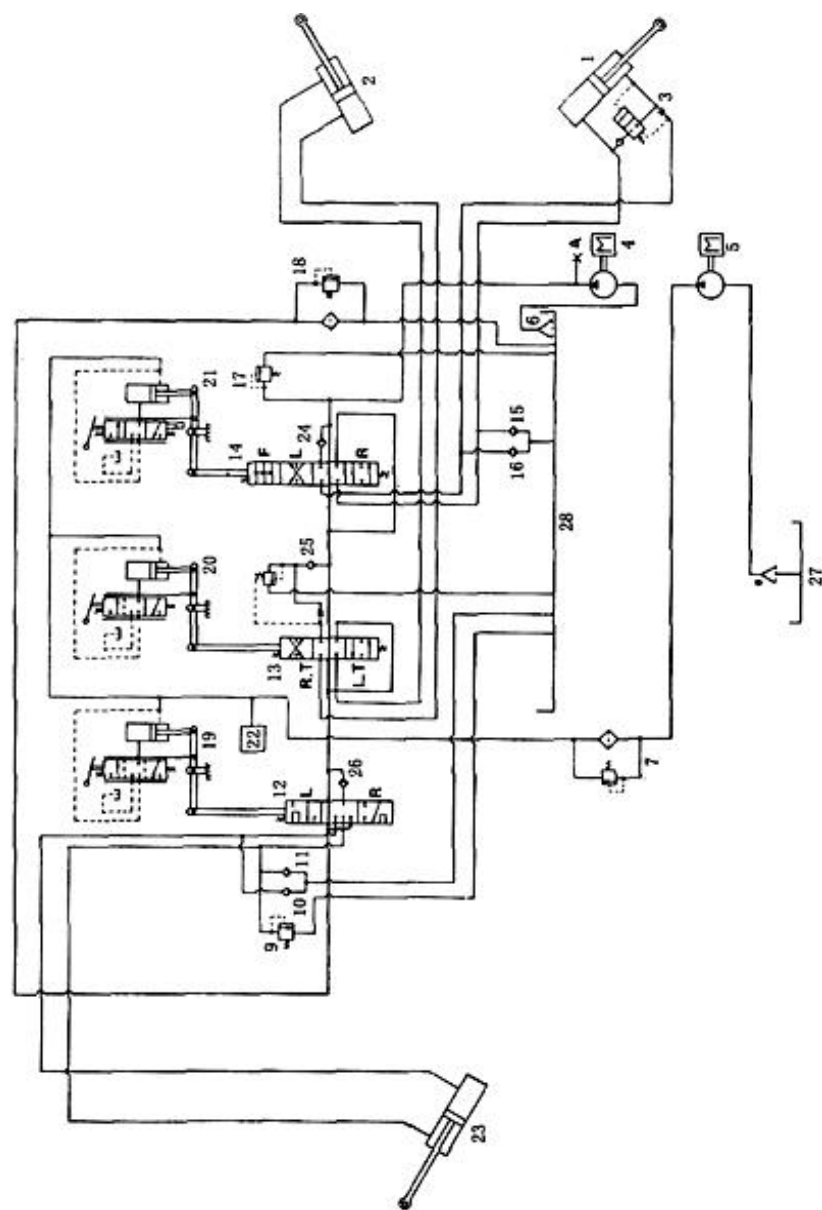
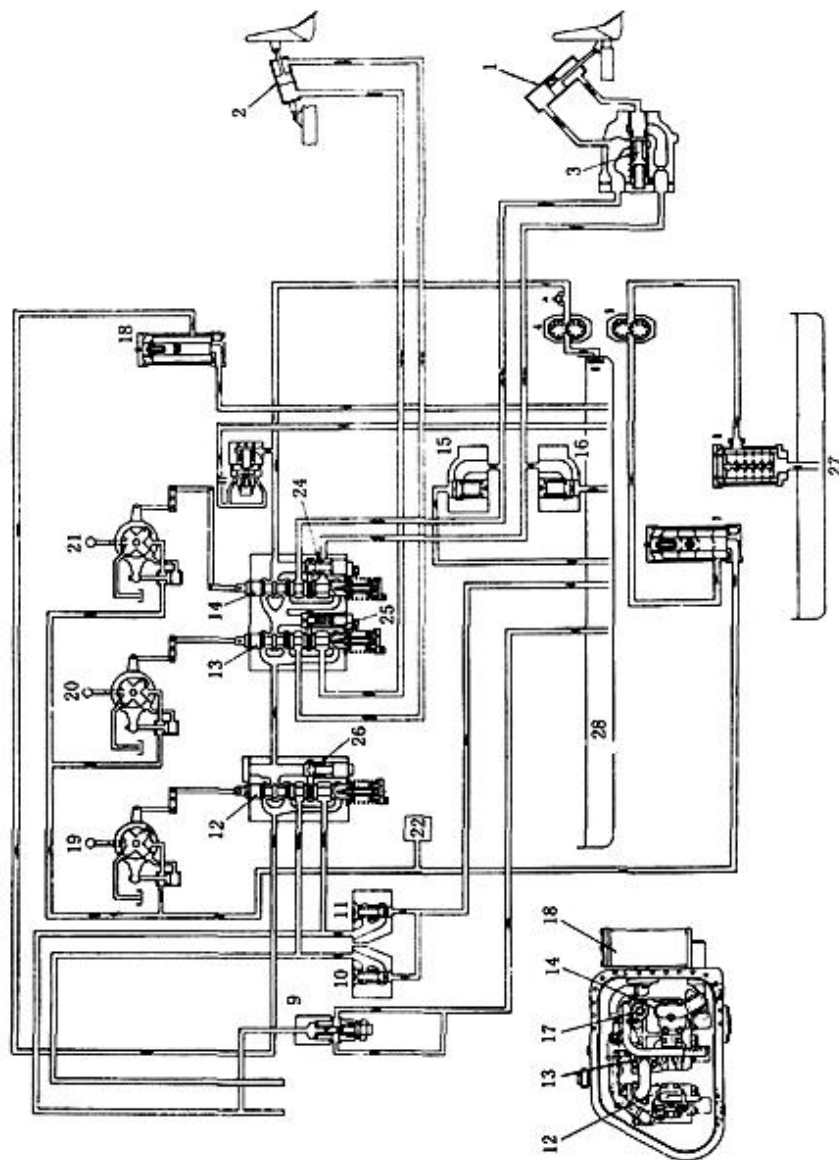
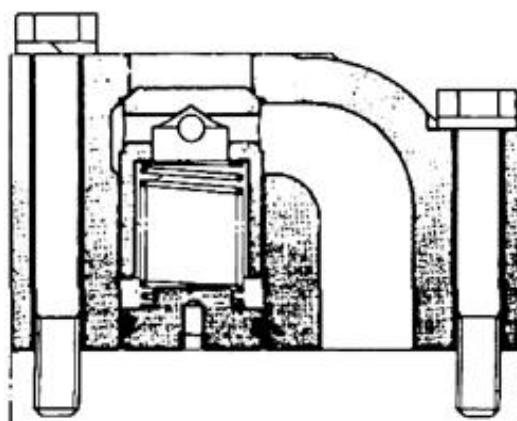
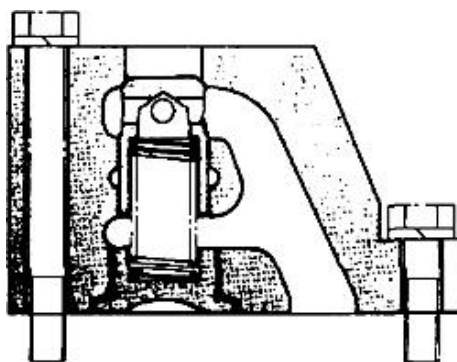

Рис. 5-54 Схема работы гидросистемы бульдозера модели SD22, SD22E, SD22S и SD22D
Рис. 5-57 Схема гидравлической системы бульдозера модели SD22S
Рис. 5-62
Рис. 5-63
С Рис. 5-54 по Рис. 5-57 представлены схемы работы гидросистемы моделей бульдозера SD22, SD22E, SD22S и SD22D.
Если направление внешних сил соответствует направлению движения поршня цилиндра, в цилиндре образуется вакуум. В этом случае устанавливается маслоподпиточный клапан (10), (11), (15) и (16) (см. Рис. 5-57). Конструкция маслоподпиточного клапана отображена на Рис. 5-62 и Рис. 5-63.